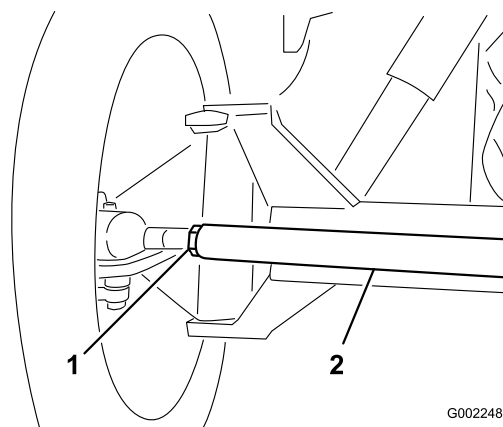

Bild 65
3. Wenn der Wert nicht im angegebenen Bereich liegt, lösen Sie die Klemmmuttern an beiden Ende der Spurstange (Bild 65).